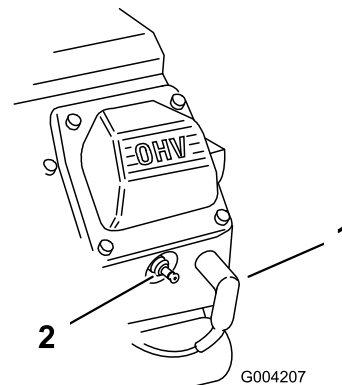

Figure 153
2. Débranchez les fils des bougies (Figure 153).